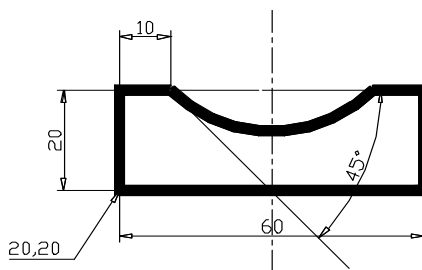

Рисунок 2.3 – Поясняющий рисунок для задания 12
- 12 Построить фигуру с использованием разных типов линий (рисунок 2.3).